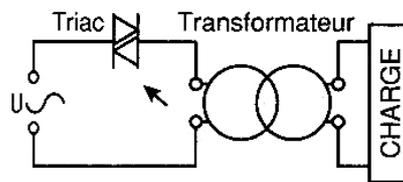

Figure 2.6 – Régulation de courant par triac
- La régulation du courant s'effectue par un triac qui permet de limiter le courant dans le circuit (figure 2.6).